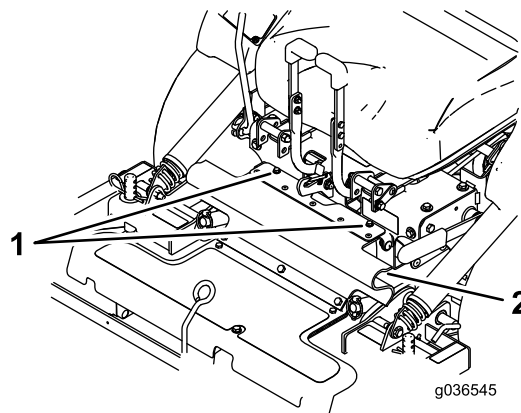

Figura 8
3. Desaperte os parafusos na proteção de borracha (Figura 8).
3. Instale a proteção de borracha com os parafusos (Figura 8).